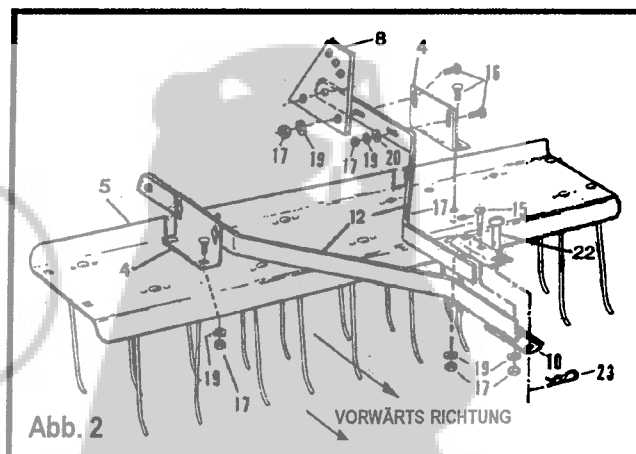

Abb. 2
- Legen Sie den Trog (5) mit der Oberseite nach unten auf den Boden. Die Noppen ragen jetzt nach oben heraus.
- Die Zinken (2) müssen so installiert werden, dass die Spitzen nach vorn zeigen. Befestigen Sie die 10 Zinken an den Trog (5), nur zwar mit 5/16" x 1" Schlossschrauben (16), Spezial-U-Scheiben (3), 5/16" Federringen (19) und 5/16" Sechskantmutter (17).
ANMERKUNG: Lassen Sie die zweite Schlossschraube von rechts (nahe der Hinterseite des Troges) locker, um den Trogfestigungswinkel (4) montieren zu können (s. Fig. 2).
(Siehe Abb. 2)
- Befestigen Sie die beiden Trog-Befestigungswinkel (4) an den Trog (5), wobei der schmale Flansch auf die Oberfläche des Troges zu liegen kommt, s. Fig. 2. Hierzu benutzen Sie vier 5/16" x 1" Schlossschrauben (16), Federringe (19) und Sechskantmutter (17). Sorgfältig festziehen.
- Befestigen Sie die beiden Deichselstangen (12) und die Hubhebel-Verriegelungsplatte (8) an die Innenflächen der Trog-Befestigungswinkel (4), wie abgebildet. Sichern Sie die Verbindungen mit 5/16" x 1" Schlossschrauben (16), flachen U-Scheiben (20, nur direkt an die Schlitze), Federringen (19) und Sechskantmutter (17). Noch nicht festziehen!